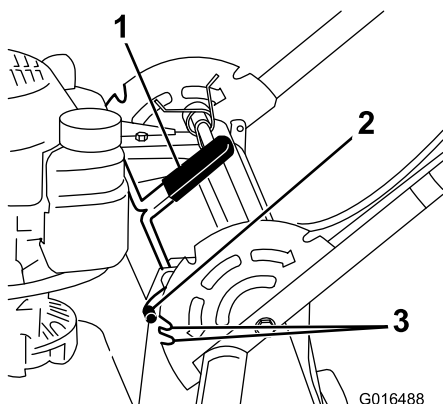

Bild 18
1. Ziehen Sie den Bügelarretierungsgriff nach hinten, um die Bügelarretierungsstifte zu lösen (Bild 18).
2. Drehen Sie den Bügel und fluchten die gewünschte Kerbe in der Bügelhalterung mit den Bügelarretierungsstiften aus, siehe Bild 18.